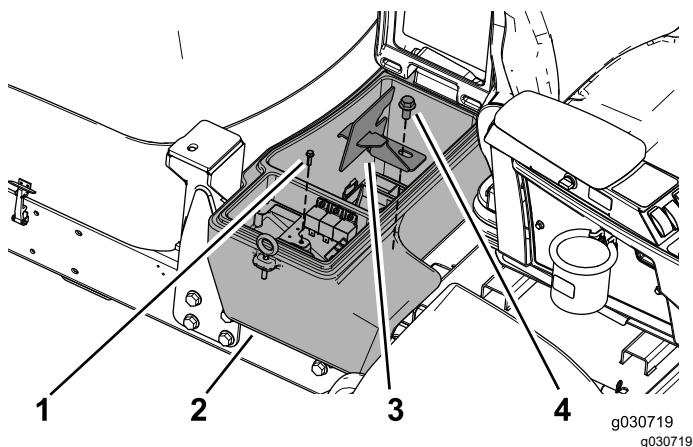

図 23
5. 補強プレートをねじで機体に固定し、バッテリーコンパートメントのクランプとボルト 1/2 x 1"でバッテリーコンパートメントを機体に固定する図 23。